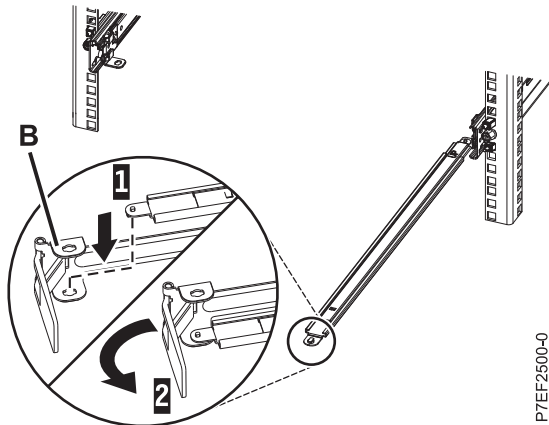

Abbildung 11. Kabelträgerhaltewinkel am Stützarm befestigen
- Suchen Sie die Bohrung an der unteren inneren Ecke des L-förmigen Kabelträgerhaltewinkels (B). Setzen Sie das lose Ende des Stützelements so an, dass die Sperrzunge an der Unterseite seiner Spitze an der Bohrung der Halterung ausgerichtet ist. Setzen Sie die Lasche in die Bohrung ein (1) und drehen Sie die Halterung (2), um sie am Stützarm zu befestigen. Einzelheiten finden Sie unter Abb. 11 auf Seite 9.